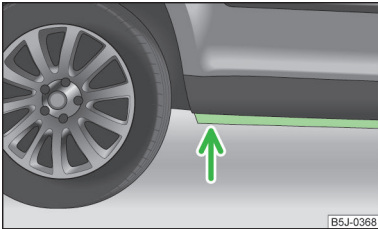

Abb. 96
- Daher vor einer Wasserdurchfahrt die Wassertiefe feststellen. Der Wasserstand darf maximal an den Steg des Unterholms reichen » Abb. 96;